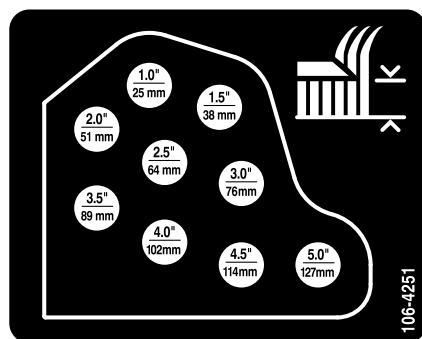

Figura 21
11. Monte as correntes da altura de corte no orifício da altura de corte desejada com o perno de gancho e pino de segurança (Figura 21).